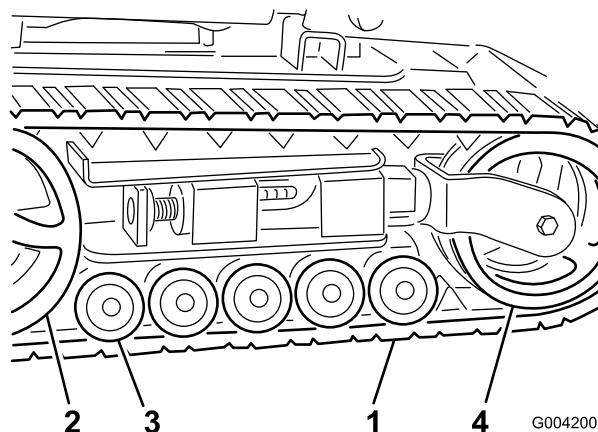

Рисунок 40
**Внимание:** Убедитесь в том, что вы полностью очистили опорные катки, натяжной каток, и ведущее колесо (Рисунок 40). Очищенные опорные катки должны свободно вращаться.